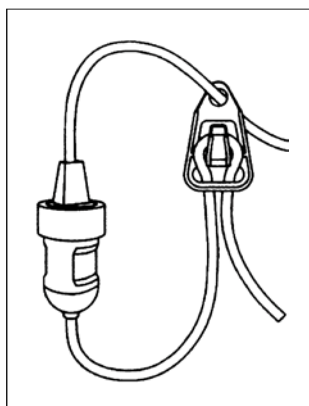

Рис.1
**Внимание!** Если для подключения электроприбора к сети требуется использовать удлинительный шнур, зафиксируйте кабель, используя предоставленный зажим, как показано на Рис. 1. Всегда проверяйте напряжение питания. Напряжение питания должно соответствовать параметрам напряжения, указанным в технических характеристиках (допускается отклонение  $\pm 10\%$ ).